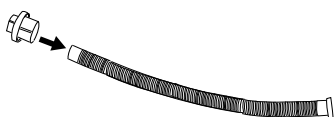
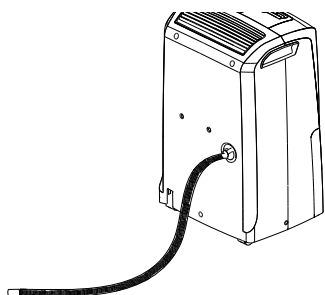
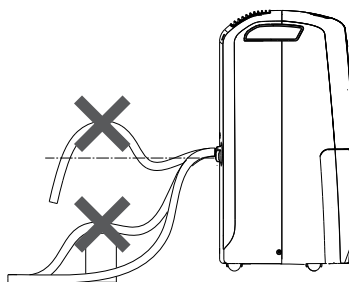

fig. 3
fig. 4
fig. 5
- 2) Inserte el tapón para desagüe **1** en la mayoría de desagüe de agua de condensación (8) hasta el extremo (fig. 3) y en ros que después el tapón de la boquilla. (fig. 4).
- 3) Asegúrese de que el extremo de la manguera no quede más arriba que la boquilla (Fig. 3) o el agua podría estancarse en el depósito. Asegúrese de que no haya estrangulamientos en la manguera (Fig. 5).